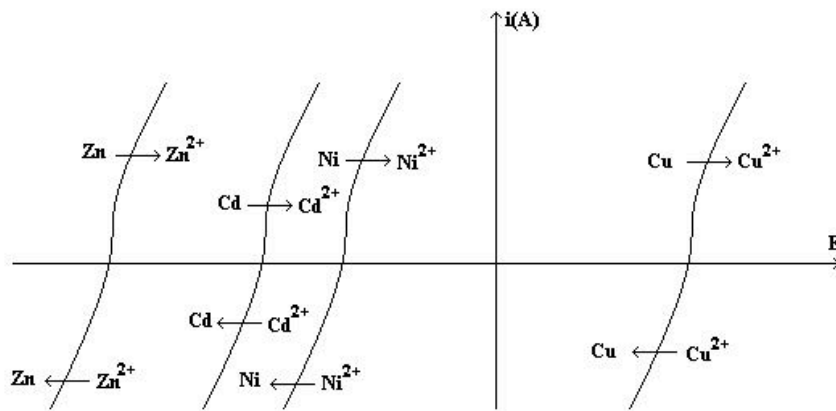

Figure 5 : courbes intensité-potential pour différents métaux
- 15- A l'aide de la figure 5, justifier le procédé en écrivant les équations bilans des différentes réactions ? Sous quelles formes sont alors les impuretés ? Comment peut-on les éliminer ?